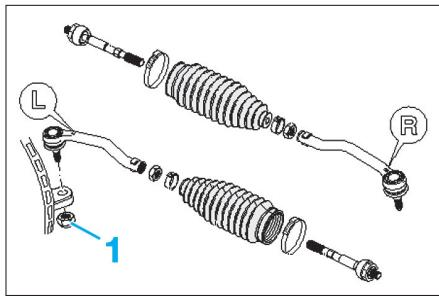

Fig. 10
- Dévisser l'écrou (1) de fixation de la rotule de direction (Fig.10)